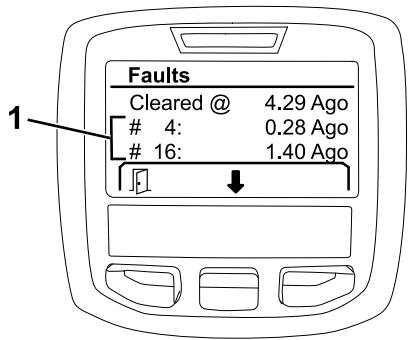

Figura 27
2. Revise los fallos enumerados en la pantalla Faults (Fallos) (Figura 27).